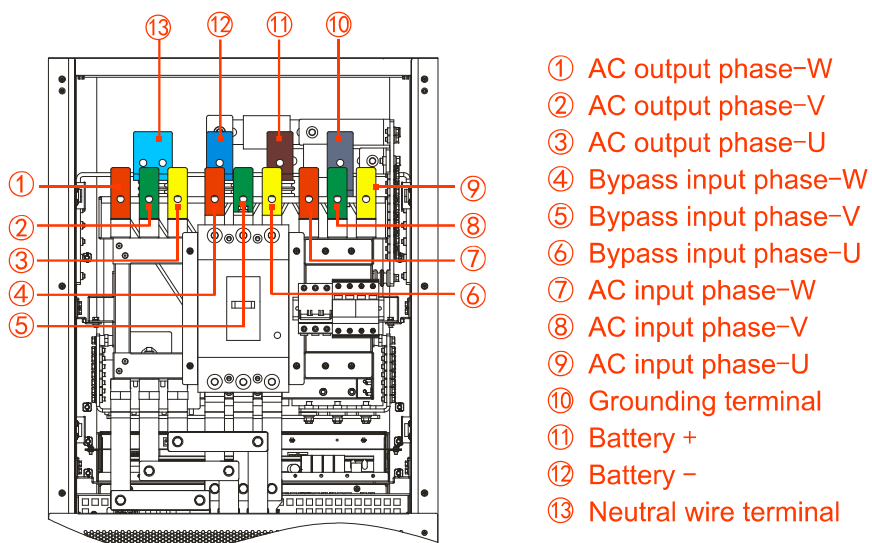

Figure3-23 Schema dei collegamenti elettrici di 160kVA, 200kVA (vista posteriore)
Step 2 Far passare i cavi di ingresso, i cavi di uscita e quelli della batteria attraverso il foro di cablaggio superiore e collegare i cavi secondo Figure3-23 rispettivamente, quindi fissare i bulloni.